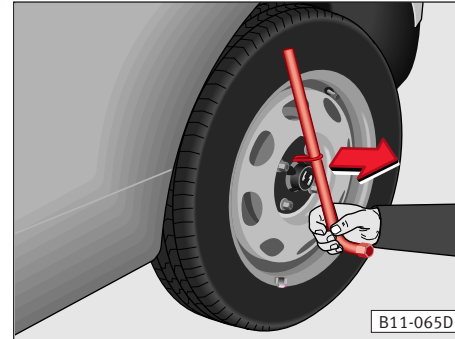

Abb.139
- **Mittenabdeckung**1) mit Hilfe des Radschlüssels und des Drahtbügels\* abnehmen. Den Drahtbügel in die beiden Aussparungen im SEAT-Emblem stecken, den Radschlüssel durch den Bügel schieben und die Blende abnehmen ⇒ **Abb.139**. ■